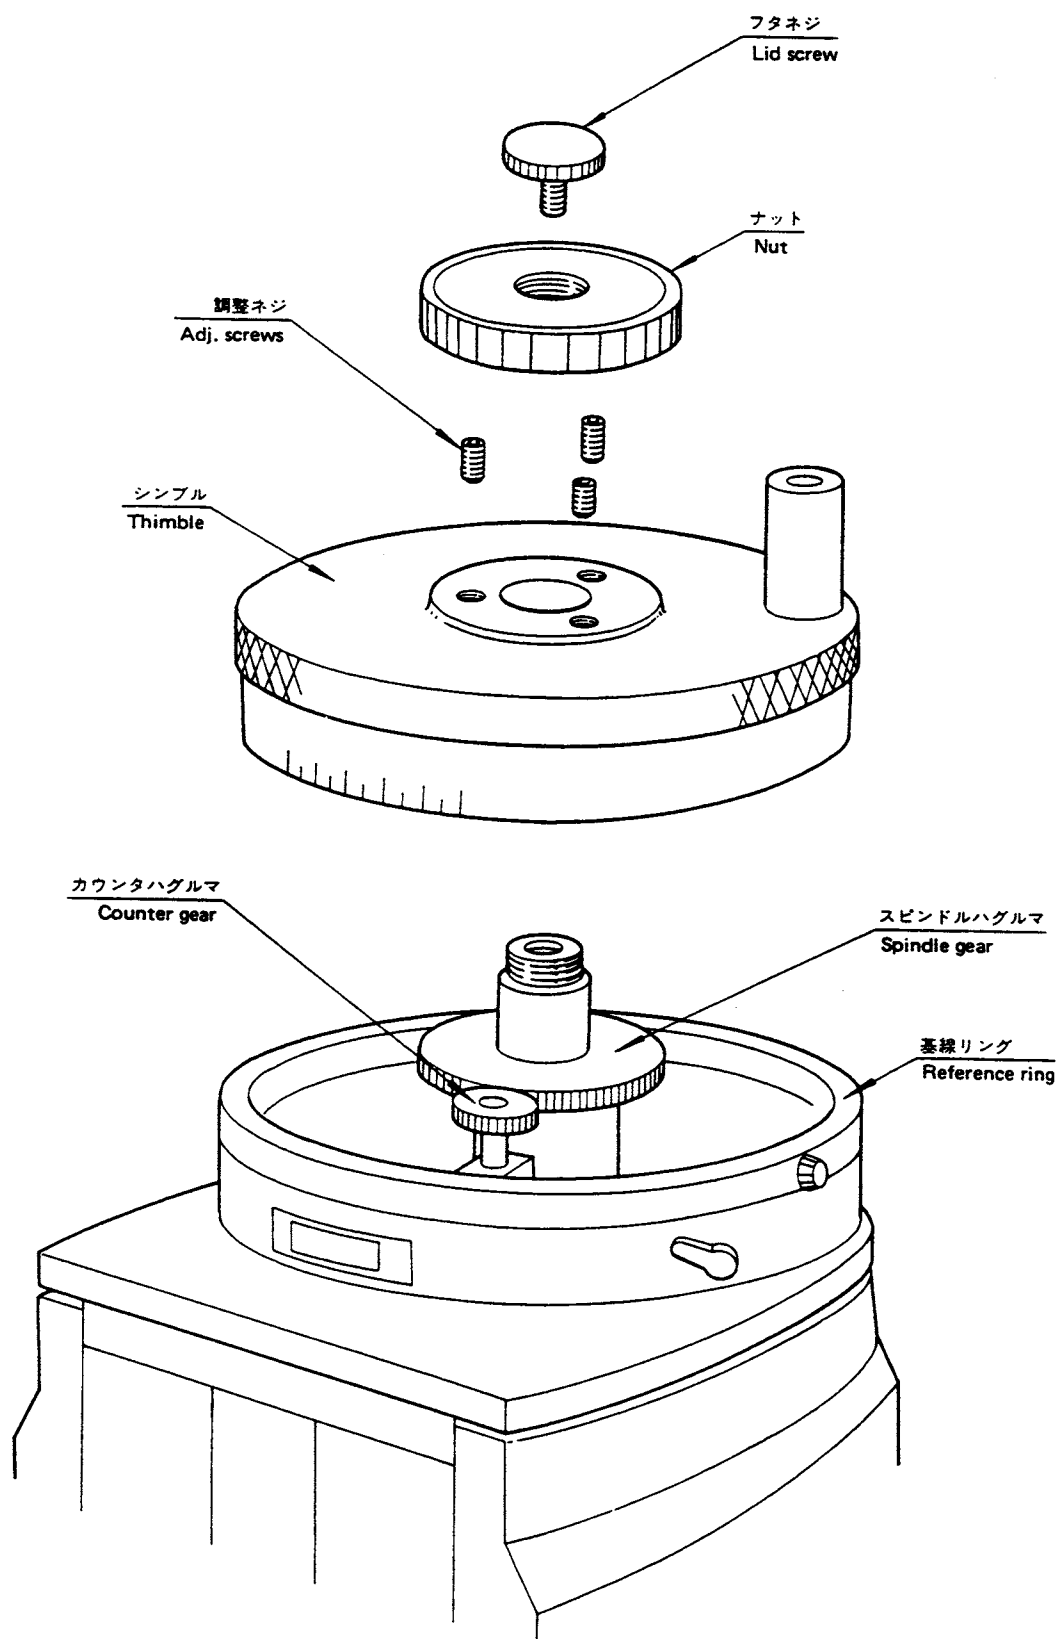

Fig. 17
- ① Fig.17に示したフタネジ及びナットを緩めシンブルをはずして下さい。
- ② シンブルがはずれたら歯車が露出しますので、この状態でカウンタハグルマを回転させ、カウンタの位置ずれを調整します。
- ③ 調整が終了したらナット及びフタネジをしっかり締めて下さい。
- 上記①～③の操作により、カウンタ位置ずれは簡単に調整することができます。
- ① Fig.17に示したフタネジ及びナットを緩めて下さい。
- ② この状態でシンブルの上面に3個の調整ネジが見えますから、六角棒レンチを用いてこの調整ネジを回すことに依りすき間が調整できます。
- ③ 調整が終了したら、ナット及びフタネジをしっかり締めて下さい。
- 上記①～③の操作により、すき間を調整することができます。
- ① Referring to Fig. 17, remove the lid-screw and nut; then remove the thimble by lifting it up straight.
- ② With the thimble removed, the counter gear can be rotated just to run the counter. Set the counter exact to 1.00mm or .100".
- ③ Reset the thimble and tighten the nut and lid-screw.
- ① Remove the lid-screw and the nut. Fig. 17
- ② Three adjusting screws can be located on the thimble. By using Allen-wrench, screw in or out the three screws to adjust the gap.
- ③ After the adjustment, tighten the nut and the lid-screw.